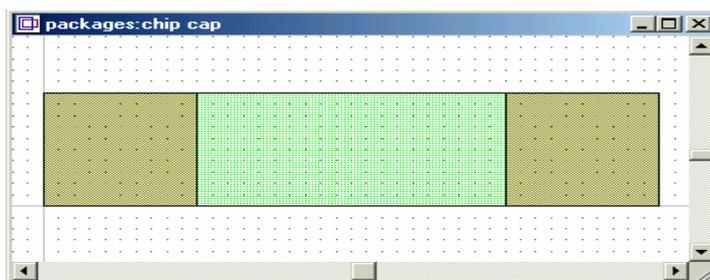

Рис. 4.19. Создание форм ячейки на двух слоях
15. Нажмите снова на квадратик **copper** в окне рисования и нажмите **Ctrl+C**, а затем **Ctrl+V** чтобы внести в его буфер. Сдвиньте положение курсора и скопируйте квадратик меди справа прямоугольника, а затем нажмите на него, чтобы разместить точно в нужное место (рис. 4.19).